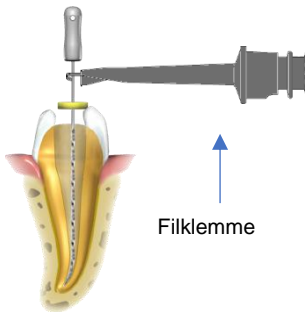
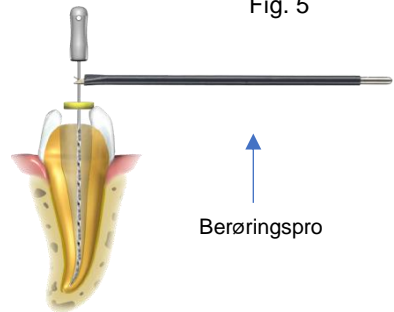

Fig. 6
Fig. 7
3. Før forsigtigt filen ind i kanalen, og forbind filklemmen med filens metalskaft - se fig. 6. Alternativt kan du bruge berøringsproben til at skabe elektrisk kontakt med den endodontiske fil - se fig. 7.